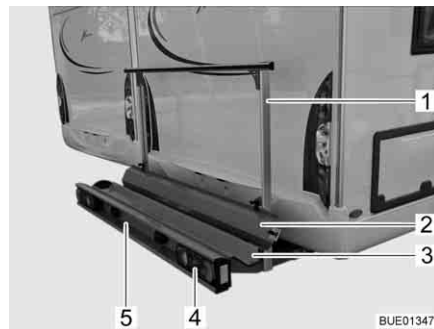
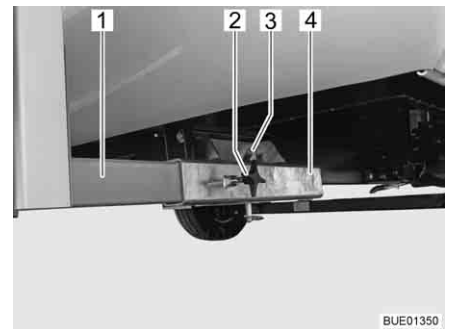

Fig. 9 Porte-charges
Fig. 10 Fixation sur le véhicule
Le porte-charges (Fig. 9) permet de transporter une moto ou un scooter d'un poids allant jusqu'à 130 kg.
- Réceptacle (Fig. 9,3) et étrier de fixation (Fig. 9,1) avec fixation sur le véhicule (Fig. 10)
- Feux arrières (Fig. 9,4)
- Éclairage plaque minéralogique (Fig. 9,5)
- Rail d'accès (Fig. 9,2)
Les deux longerons (Fig. 10,1) du porte-charges sont fixés avec des vis à garret (Fig. 10,2) sur les réceptions quatre pans (Fig. 10,4) situées sur le plancher du véhicule. Le porte-charges est bloqué par un boulon (Fig. 10,3) avec circlip.